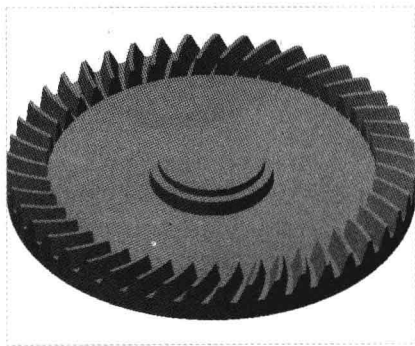

图 14-62 创建旋转特征 1
Step 02 单击“关闭”面板中的“确定”按钮 , 完成截面绘制并退出草绘环境, 单击“应用并保存在工具中所做的所有更改, 然后关闭工具操控板”按钮 , 完成旋转特征的创建, 如图 14-62 所示。